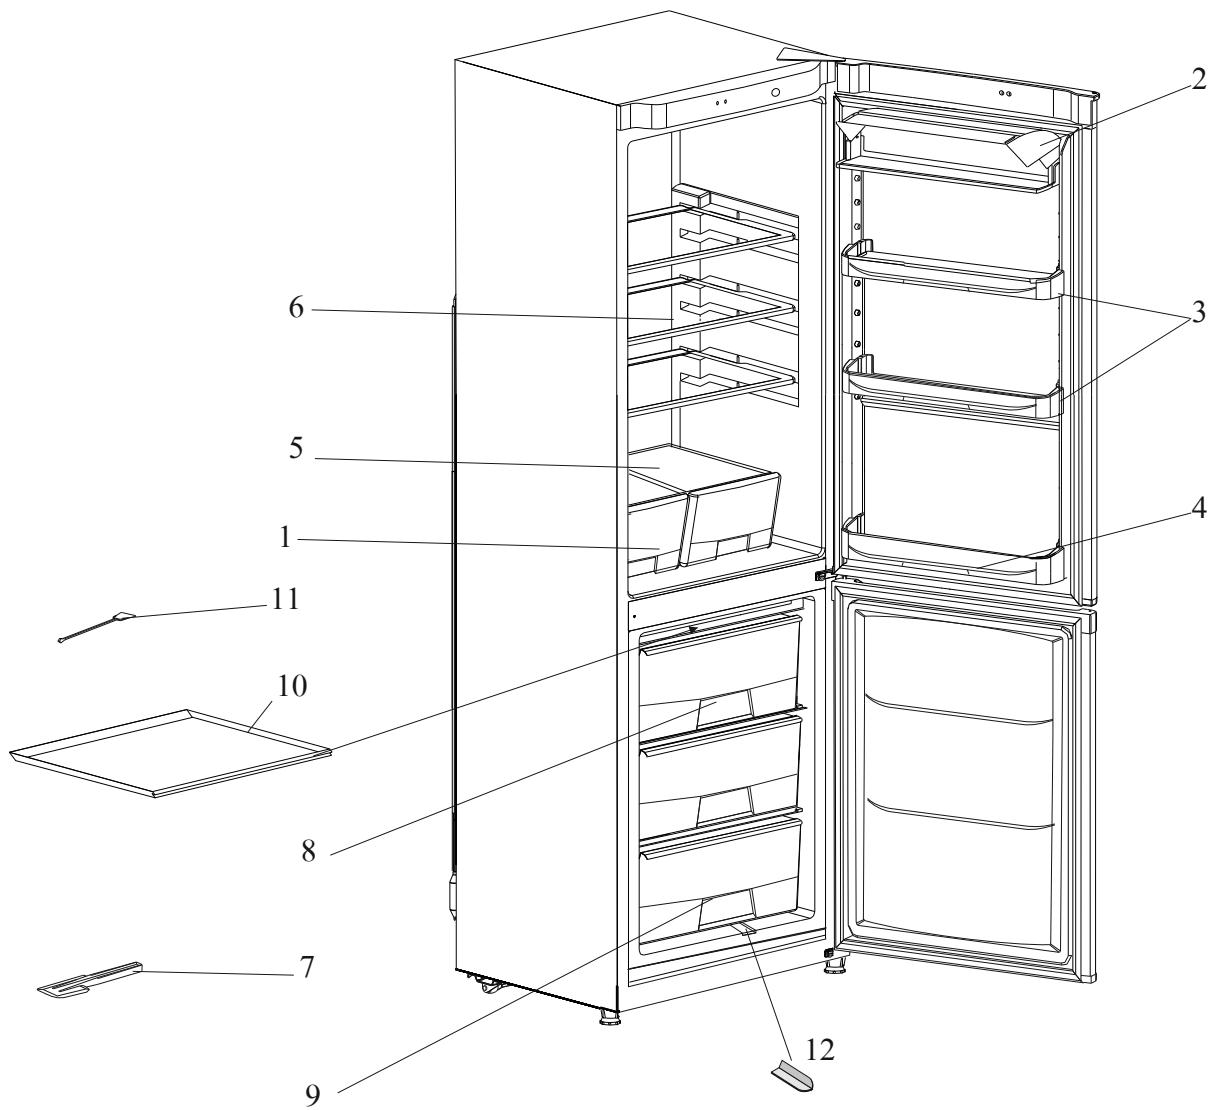

Рис. 1 Схема расположения отделений холодильника
- установить лоток 14 (рис.1) в специальный паз на дне морозильной камеры, направив его в любой сосуд, предварительно установленный на полу.
При образовании незначительного снегового покрова на внутренних поверхностях морозильной камеры его можно удалить с помощью лопатки (рис.1), не приурочивая это ко времени оттаивания морозильной камеры.